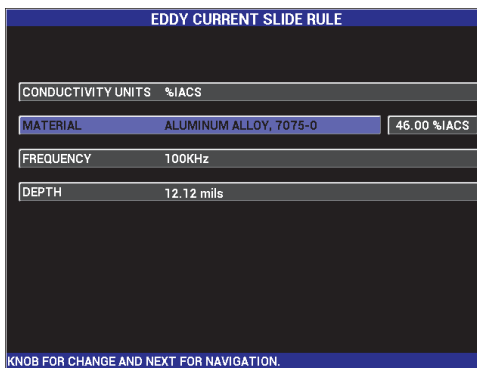

Figura 4-12 Menu EDDY CURRENT SLIDE RULE
**CURRENT SLIDE RULE** é exibido, use a tecla FULL/NEXT (  ) para navegar nas funções do menu. As instruções e informações adicionais sobre navegação são exibidas no texto de ajuda localizado na parte inferior da tela (veja Figura 4-12 na página 93).